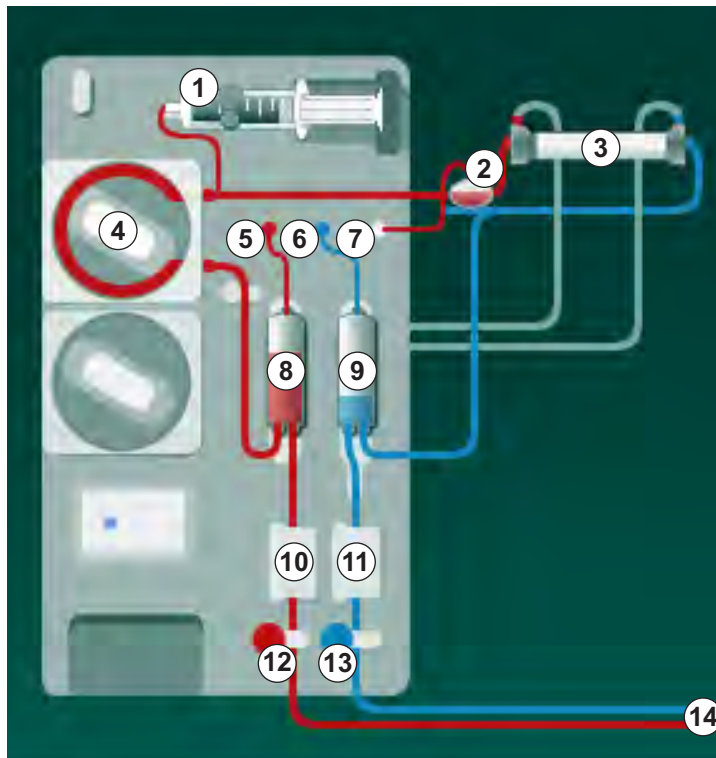

Fig. 9-3 Inserimento del sistema di linee ematiche - ago singolo cross over
1. Fissare il dializzatore (Fig. 9-3 , ③ ) nel supporto (vedere sezione 5.6 Collegamento del dializzatore (95)).
- 5 Sensore pressione arteriosa (PA)
- 6 Sensore pressione venosa (PV)